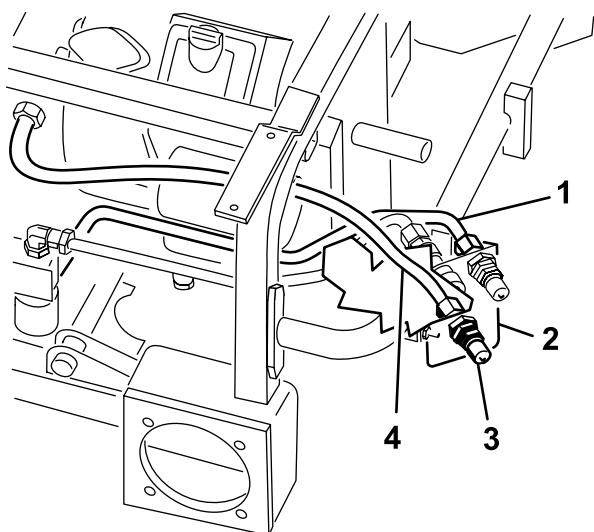

Figura 16
7. Collegate, senza serrarlo, il tubo (flessibile) idraulico numero 5 all'accoppiatore maschio inferiore (Figura 16).